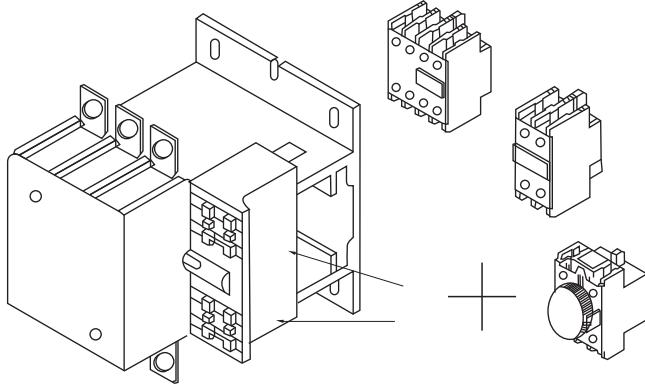

图2 接触器可以采用积木式安装方式如装辅助触头组、空气延时头及其它附件
- 接触器线圈内有一对常开触头，可作为自锁触头或信号触头用；另外，可加装两个辅助触头组共8对触头，见图2。辅助触头组合情况见表2。